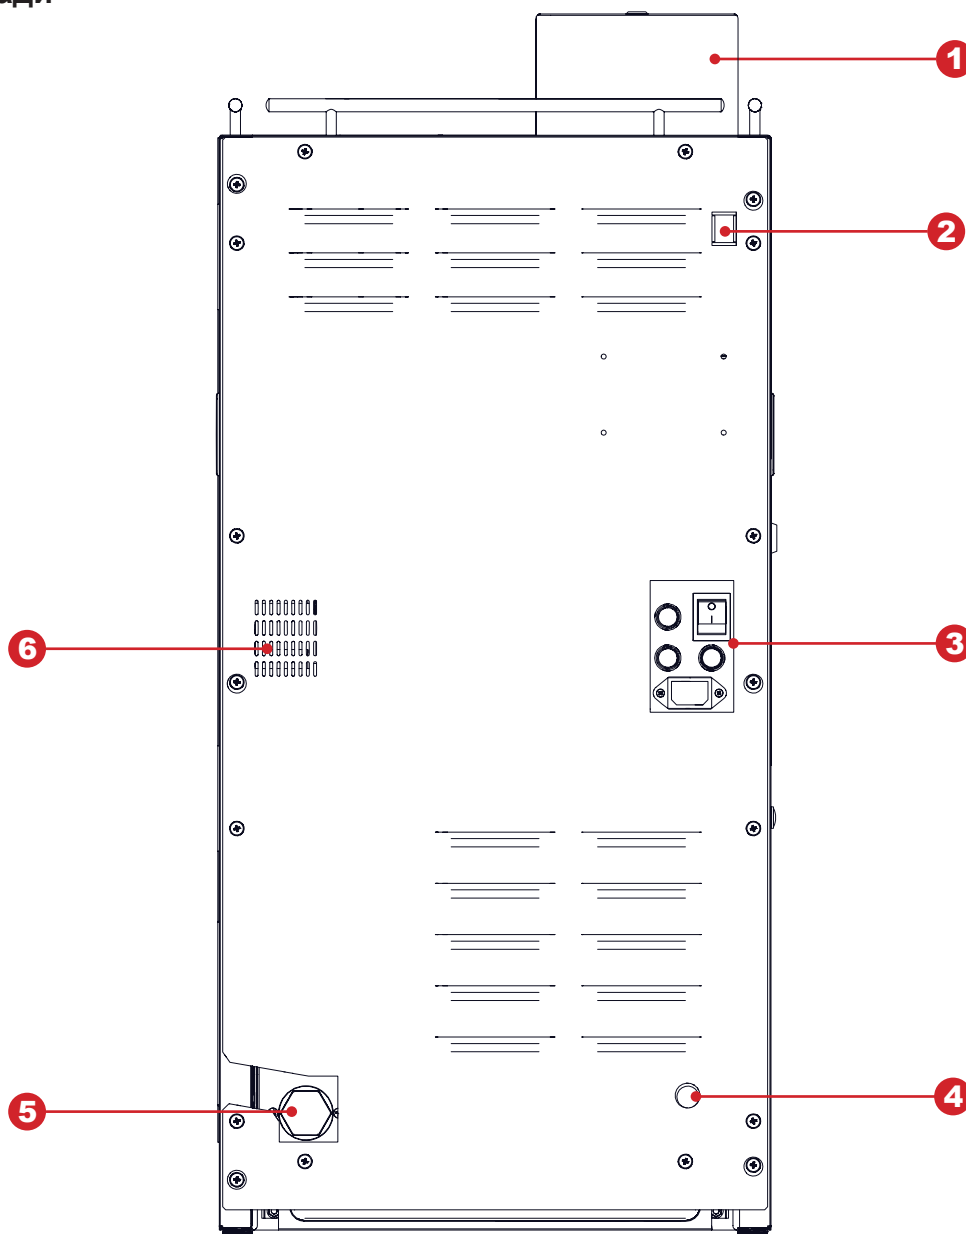

Рисунок 5.4
Автоматы могут быть подключены к линии водопроводной питьевой воды, с учётом требования законодательства в стране установки автомата. Входной разъём для подключения к линии расположен на задней стенке корпуса автомата (см.рис.5.4) и выполнен в виде резьбового соединения диаметром $\varnothing \frac{3}{4}$ ". Подключение осуществляется с помощью трубы, способной выдержать давление водопроводной сети и подходящей для использования с пищевыми продуктами (мин. внутр. диаметр 6 мм).
1. Установите переключатель на блоке коммутации автомата в положение **(О / ВЫКЛ)** (см. рис.5.4 поз.3);
8. Установите переключатель на блоке коммутации автомата в положение **(I / ВКЛ)** (см. рис.5.4 поз.3).
Для обеспечения водоснабжения автомата предназначена силиконовая водозаборная трубка из комплекта поставки (см.рис.4.2 поз.5), которая подключается одним концом ко входу воды (см.рис. 5.4 поз.3), другой конец трубки с наконечником помещается в ёмкость с водой.